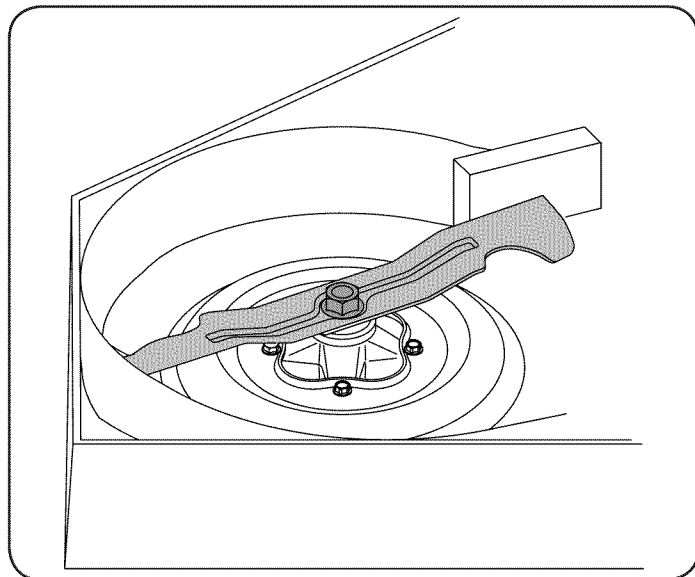

Figura 40
2. Use una llave de 1-1/8" para sostener la tuerca hexagonal en la parte superior del conjunto del husillo cuando afloje la tuerca hexagonal que fija la cuchilla. Se puede colocar un bloque de madera entre el alojamiento de la plataforma y el borde de corte de la cuchilla para ayudar a aflojar la tuerca hexagonal que fija la cuchilla. Vea la Figura 40.